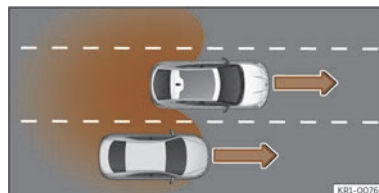

Fig. 146 Depășire pe banda centrală și apoi trecere pe banda din dreapta.
- La depășirea unui alt autovehicul >>> **fig. 146**